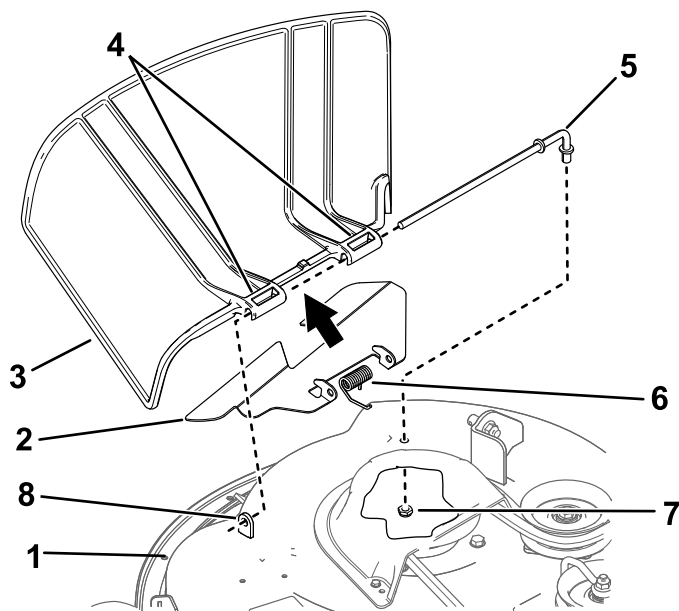

Figure 73
1. Retirez l'écrou ($\frac{3}{8}$ ") de la tige, sous le plateau de coupe (Figure 73).
2. Sortez la tige de la courte cheville de positionnement, du ressort, du petit déflecteur et du déflecteur d'herbe (Figure 73).
4. Posez les nouveaux déflecteur d'herbe et petit déflecteur (Figure 73).
7. Insérez la tige dans le petit déflecteur et dans le second pivot du déflecteur d'herbe (Figure 73).
9. Fixez l'extrémité arrière de la tige dans le plateau de coupe à l'aide d'un écrou ($\frac{3}{8}$ "), comme montré à la Figure 73.